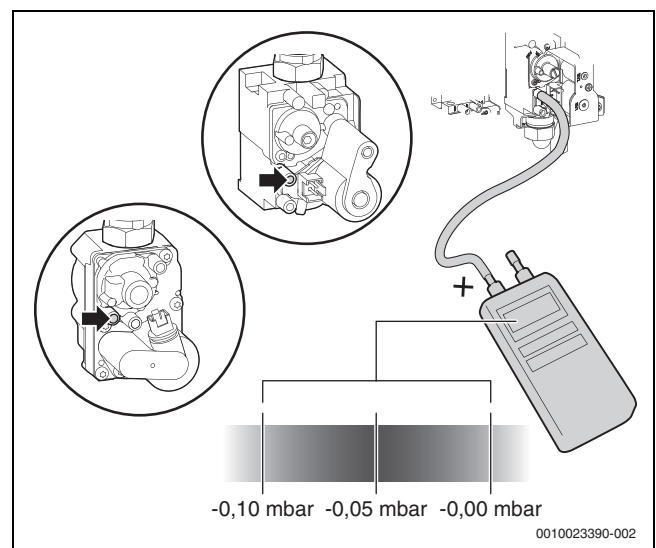

Bild 8 Differenzdruck messen
- Differenzdruck des Gasventils messen (→ Bild 8).